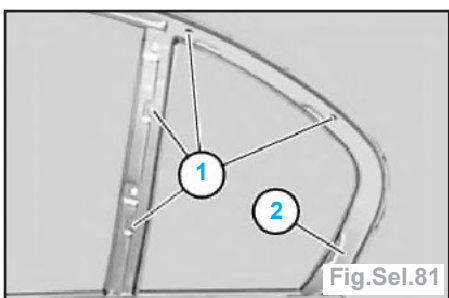

Fig.Sel.81
- La vitre est clipsée avec le cadre dans les évidements (1) de la porte AR (2) (fig.Sel.81).